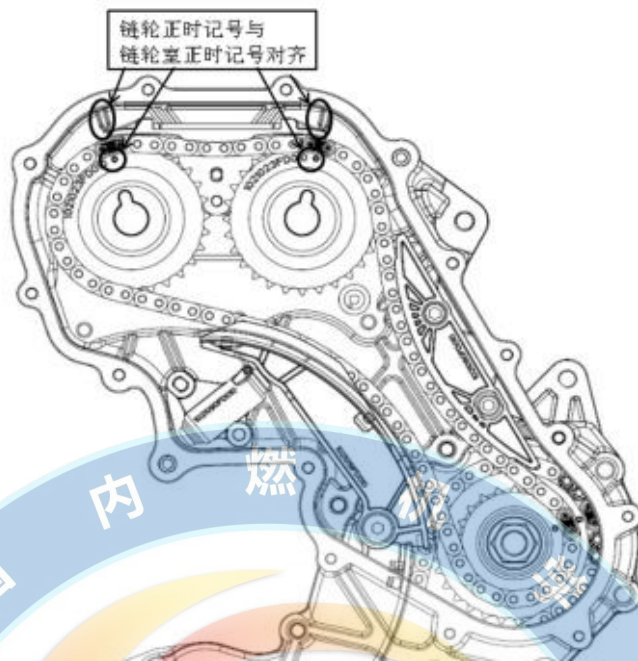

图12 二级正时链条示意图
6.8.1 将凸轮轴转动到正时点，安装链轮和链条，将链条调整到下图角度，链轮正时标记、链条正时标记和链轮室正时标记对齐，见图 12 二级正时链条示意图。